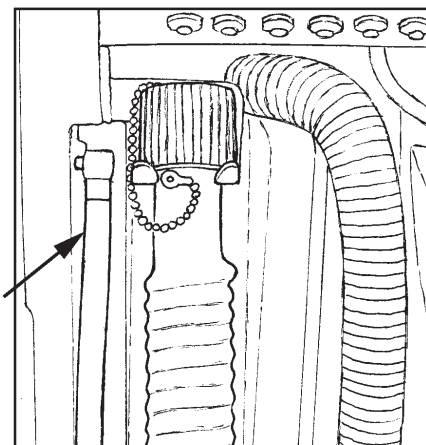
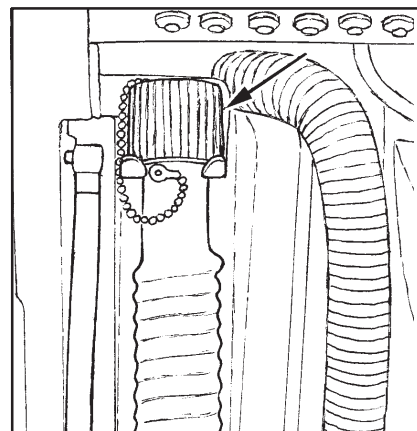

Abb. 31
Abb. 32
1. Entleeren Sie den Laugentank (Abb.31) und den Schmutzwassertank (Abb.32). Zum Leeren der Tankbehälter verfahren Sie wie folgt: